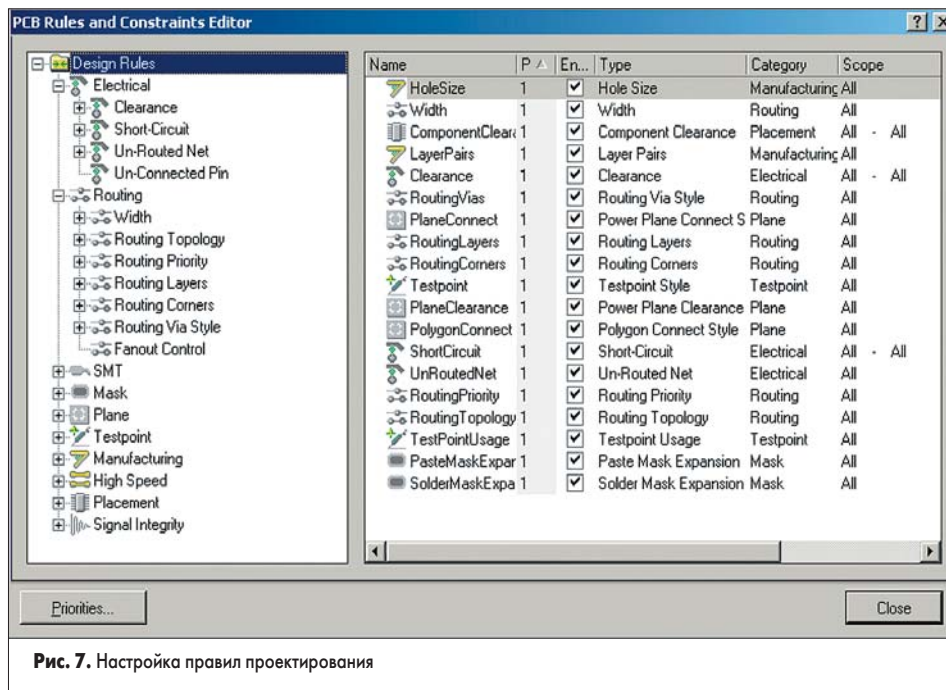

Рис. 7. Настройка правил проектирования
3. Щелкнем левой кнопкой мыши на самой верхней строчке в этом списке (Design Rules). В списке справа будут перечислены абсолютно все заданные в проекте правила (рис. 7).